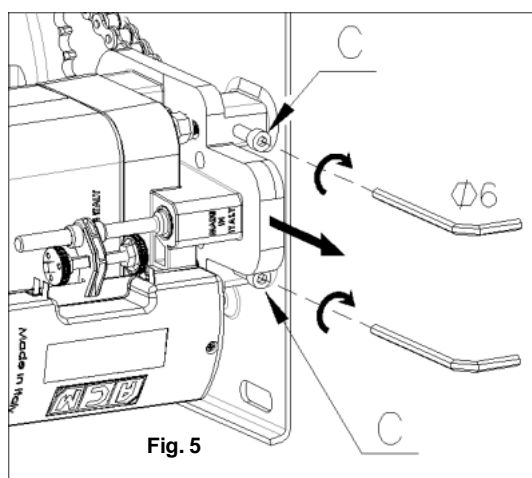
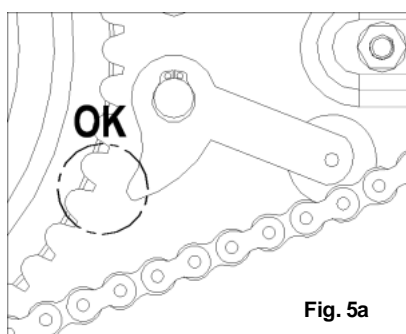

Fig. 5
Fig. 5a
La staffa di trasmissione è dotata di un sistema integrato che ha il compito di svolgere sia la funzione di paracadute che quella di tendicatena. Il paracadute blocca la serranda nel caso in cui si verifica la rottura della catena mentre la parte tendicatena, sempre in presa, garantisce un corretto funzionamento della trasmissione. La regolazione del tendicatena si esegue avvitando le due viti di registro (C) mostrate in fig.5. Agendo in questo modo si ottiene lo spostamento del motore il quale, essendo collegato al sistema di trasmissione, tensiona la catena. Nella fig.5a è mostrata la posizione corretta del sistema dopo la regolazione.
The transmission bracket is equipped with an integrated system to act as both a parachute and chain tensioner. The parachute locks the shutter in the event the chain breaks while the chain tensioner, in constant mesh, ensures the transmission functions properly. The chain tensioner is adjusted by screwing the two adjusting screws (C) shown in fig.5. By acting in this way, the motor is moved, which being connected to the transmission system, tensions the chain. Fig 5a shows the correct position of the system after the adjustment.